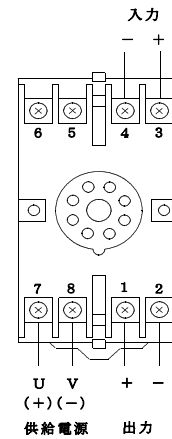

図 2
2. 配線は図2の接続図により接続し、電線は回路の定格容量に適合するものを使用してください。